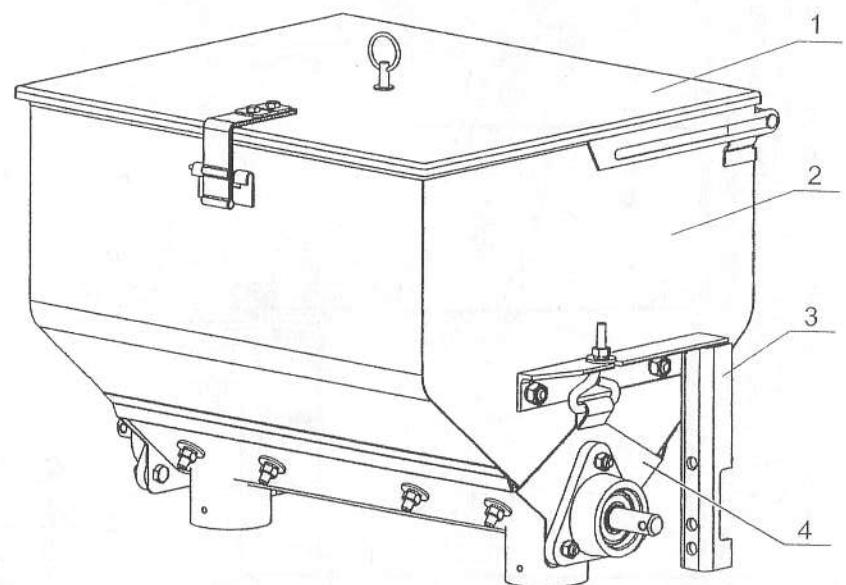
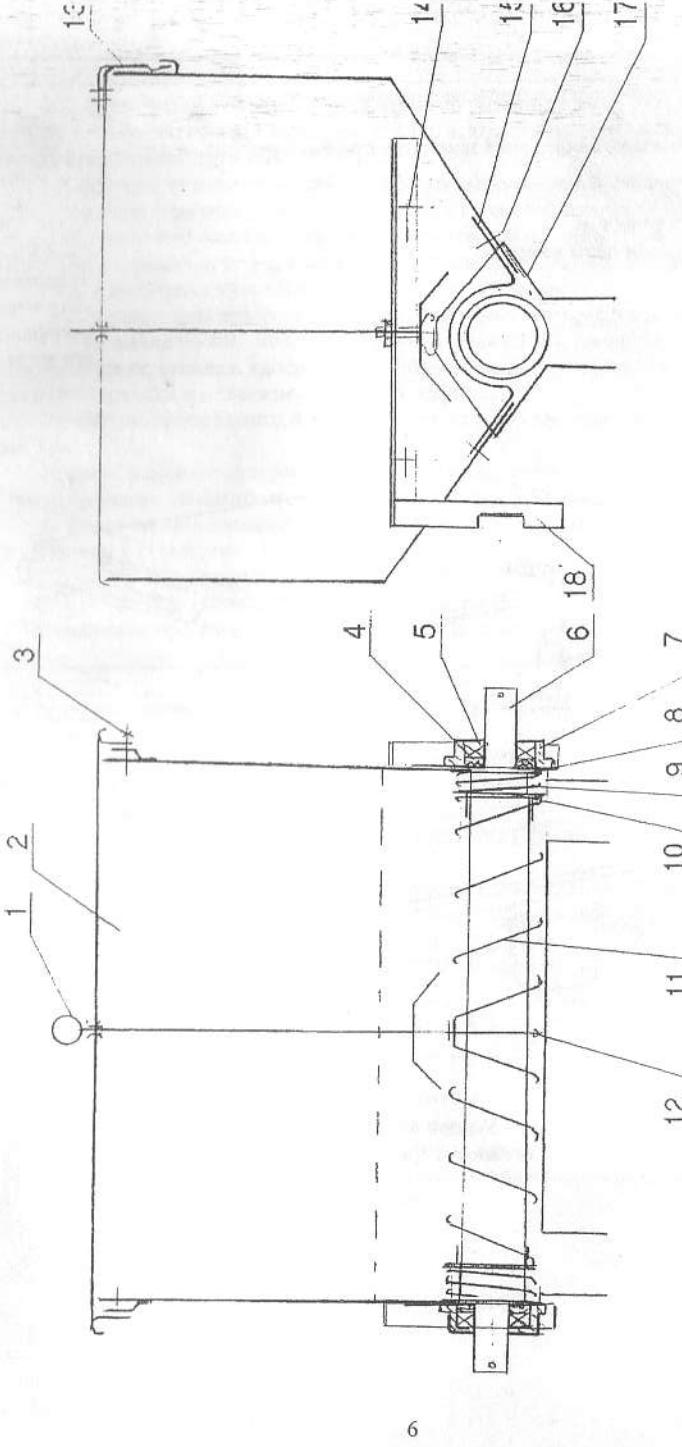
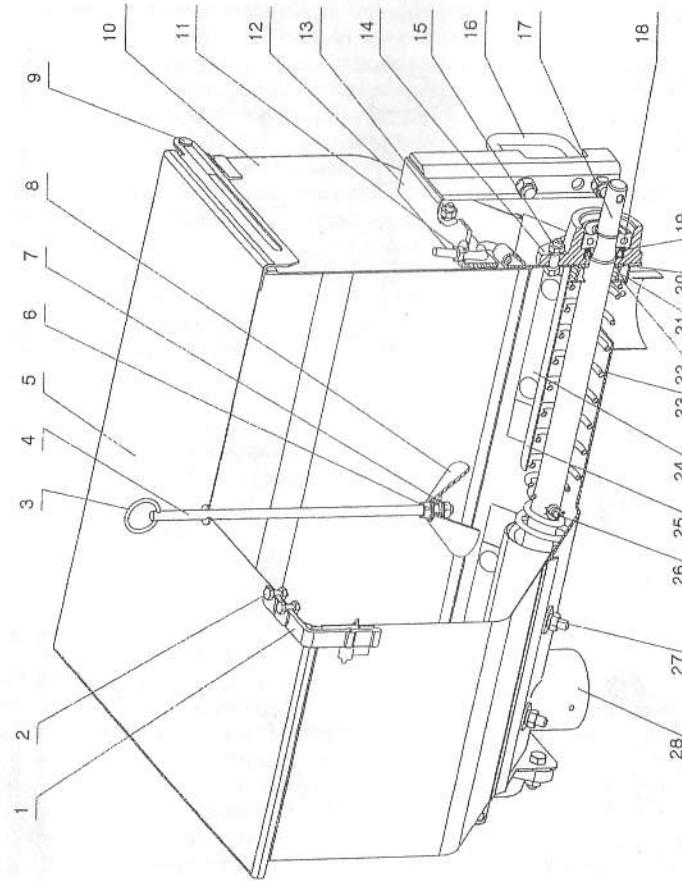

Рис.1 Аппарат туковысевающий АТП-2Г
Рис.2 Схема аппарата туковысевающего АИИ-2Г.
Рис. 3 Аппарат туковысевающий АИИ-2Г
3.1. Аппарат туковысевающий состоит из: бункера 2 (рис. 1), крышки 1, кронштейнов 3 и поддона 4.
3.1.1. Бункер 10 (рис. 3) – сварная коробчатая конструкция из тонколистовой стали прямоугольной формы усеченная внизу спереди и сзади, с обеих боков которой приварены кронштейны для установки крышки, а к задней части приварен зацеп для фиксации зажима крышки. Бункер аппарата АТП-2Г-01 имеет в нижней скосенной части задней боковины три отверстия для установки датчиков электронного слежения за уровнем туков в бункере аппарата.
3.1.2. Крышка 5 – сформована из тонколистовой стали, с обеих боков которой приварены кронштейны для установки крышки на бункер. В задней части крышки на двух болтах с гайками и шайбами установлен зажим 1. В середине крышки имеется отверстие для установки механического указателя уровня туков 1 (рис.2). Указатель уровня туков состоит из штанги 4 (рис.3), кольца 3, капронового диска 8 и метизов 6 и 7. Штанга проходит в отверстие крышки. Выступающий над крышкой конец штанги указывает на наличие удобрений в бункере, их количество. В крышке аппарата АТП-2Г-01 отверстия нет.
3.1.3. Кронштейны 12 – сварные конструкции, крепятся болтами 12 с гайками и шайбами на торцевых стенах бункера. Они служат для установки аппарата на кронштейне туковысевающего аппарата или непосредственно на раме сельскохозяйственной машины (культиватора, сеялки и т.п.) при помощи скоб 16 (рис.3) с гайками и шайбами. Для этого в стойках кронштейнов имеются пазы и отверстия. К кронштейнам на серьгах подвешивается поддон 28 с высевающим механизмом. Для быстрого съемности поддонов их установка производится, заводя серьги в пазы уголков и закрепляя при помощи гаек 11 с гайками и шайбами. Поддон плотно прижимается к нижней части бункера.
3.1.4. Поддон 4 (рис.1) имеет гнутую форму лотка с приваренными торцами. На торцах в верхней части с обеих сторон установлены серьги. Лоток в нижней части с обеих сторон имеет отверстия-окна. К лотку снизу вокруг этих отверстий-окон приварены воронки через которые происходит высapsulation минеральных удобренений из бункера. Внизу торцов лотка имеются отверстия для установки высевающего механизма. Высевающий механизм представляет собой вал 17 (рис.3), на котором закреплен при помощи оси 26 пружинный шнек 23, имеющий от центра разностороннюю навивку (правую и левую). С каждого края шнека на валу установлены центрирующие шайбы 22, на усы которых опираются концы шнека пружинного 23. Чтобы концы шнека не соскачивали с усов центрирующей шайбы, последние поджимаются пружинками 21 и шайбами 20. Шайбы предохраняют от повреждения торцы лотка. Вал со шнеком вращается на шарикоподшипниках закрытого типа 18, установленных в корпусах подшипников 14, которые при помощи болтов 15 с гайками и шайбами крепятся на торцах лотка поддона. Подшипники от воздействия пыли и мельчайших частичек минеральных удобренений со стороны бункера защищены уплотнительными резиновыми манжетами 19, а с другой стороны закреплены в корпусе подшипника стопорными кольцами.
- на кронштейны аппаратов или непосредственно на раму культиватора (сеялки и т.п.) пазами установите кронштейны 12 (рис.3) самих аппаратов и закрепите при помощи скоб 16 с гайками и шайбами;
6.8. Если в бункере все еще осталось небольшое количество удобрений то необходимо вынуть шплинт и ось, отсоединив аппарат от соседнего. Отпустите гайки 11 (рис.3) крепления серги поддона к бункеру, откиньте обе серги и снимите поддон. Покачиванием поддона из стороны в сторону и перевернув его, удалите туки в специально отведенное место.